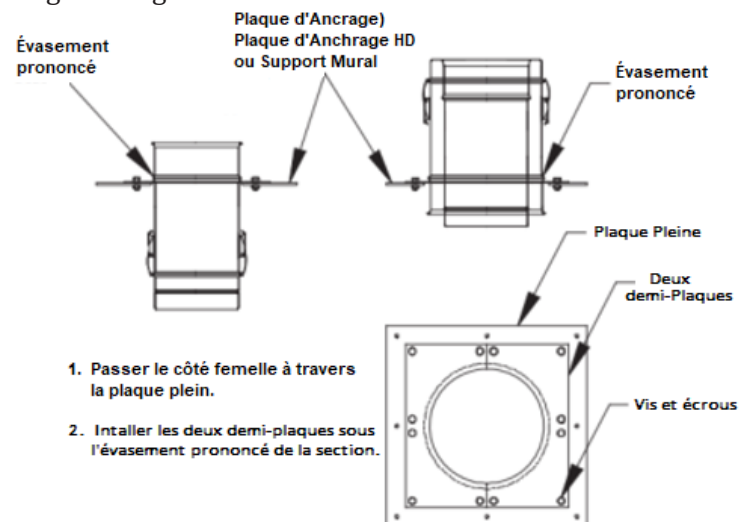

Figure 9 - Position du support
1. Pour la Plaque d'Ancrage (AP) / la Plaque d'Ancrage Robuste (APHD) / le Support Mural Robuste (WSHD), le support doit être installé sous un cordon. Voir la figure 9.
2. Pour le Support Mural (WS) / le Support de Toit (RS), le support peut être installé n'importe où sur la pièce.